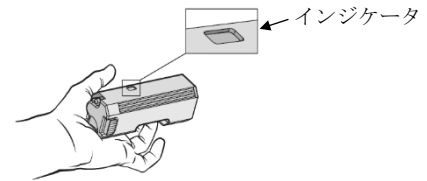

図 1
2) 本品を掌に取、指を白色のスライドコックに掛ける (図 1)。スライドコックを完全に止まるまでしっかりと引き込む。この操作を 2 回行うことにより、インジケータが白色から、赤白、さらには完全に赤色を示します (図 2a、図 2b)。